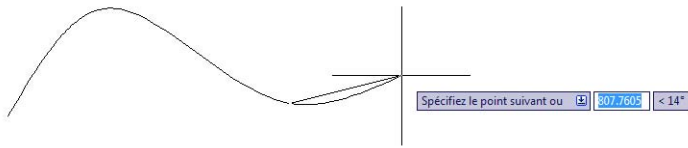

Figure 4.19
1. Activez l'outil Spline et dessinez un chemin (voir Figures 4.19 et 4.20).